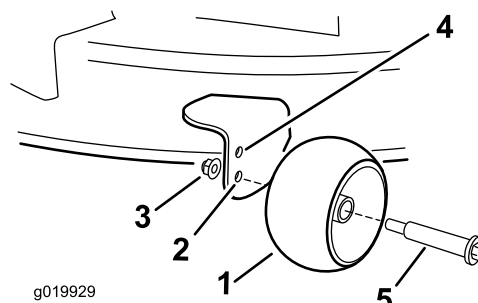

Figura 22
- Furo superior—utilize esta posição com a plataforma do cortador na posição de 63 mm e posições de altura de corte inferiores (Figura 22).
- Furo inferior—utilize esta posição com a plataforma de corte nas posições de altura de corte de 76 mm (3 pol.) e superiores (Figura 22).